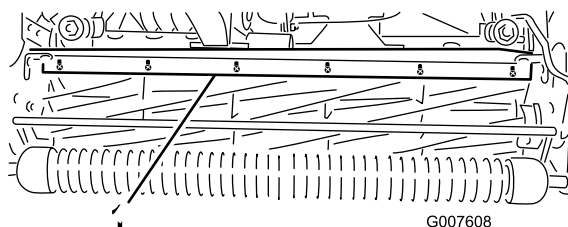

図 52
- バー（図 52）をカッティングユニットに固定しているネジをゆるめる。